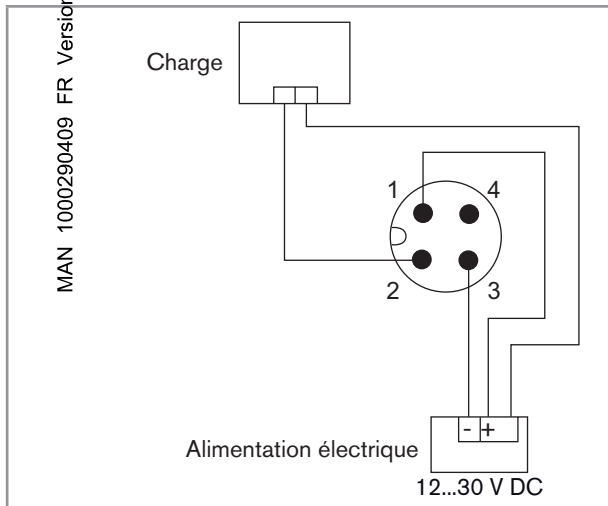
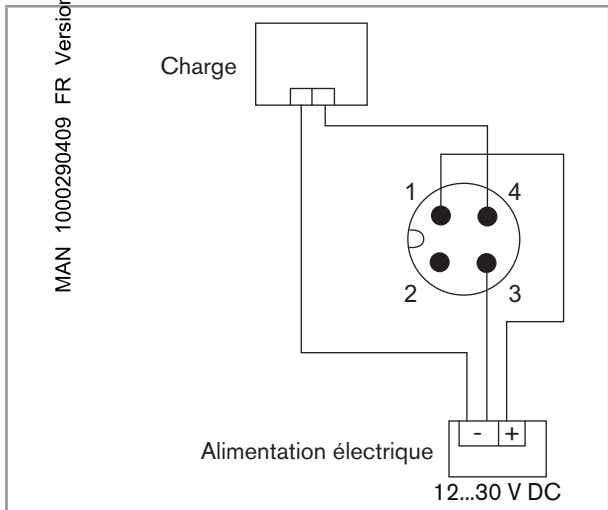

Fig. 8 : Appareil avec connecteur mâle M12 4 pôles – raccordement NPN de la sortie transistor
Fig. 9 : Appareil avec connecteur mâle M12 4 pôles – raccordement PNP de la sortie transistor
- Raccorder la sortie transistor (connexion 3 fils). La sortie transistor peut être connectée dans les modes suivants : NPN ou PNP. Se reporter à Fig. 8 ou Fig. 9.